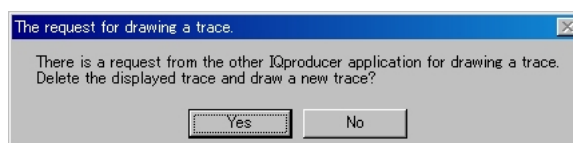

図3.5-2 確認表示
2. [Simulation] メニューの [CCDF] をクリックするか,  をクリックすると, 図3.5-2 のようなメッセージが表示されます。